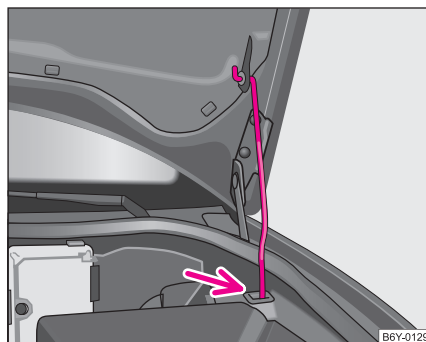

Abb. 140 Sicherung der Motorraumklappe mit der Klappenstütze ▶
- Nehmen Sie die Klappenstütze aus der Halterung und setzen Sie die Klappenstütze in die dafür vorgesehene Öffnung ⇒ Seite 190, Abb. 140.